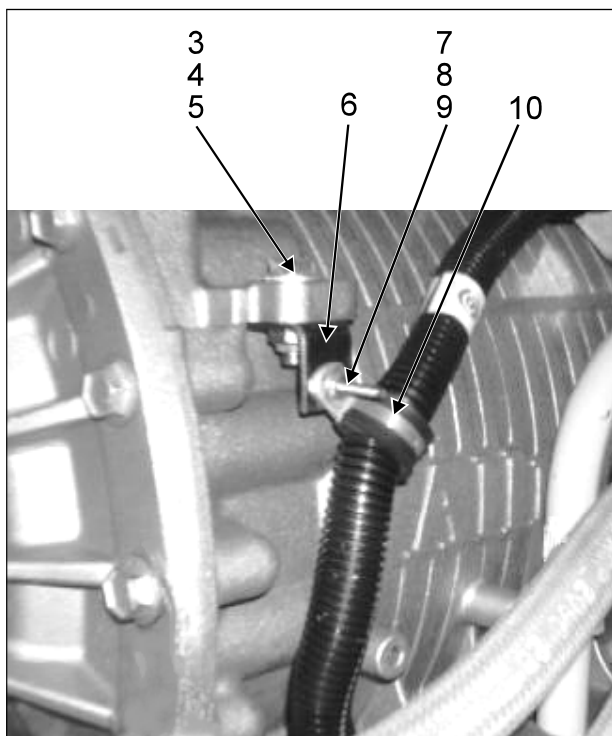

FIGURE 3
6. Installer le support (6) sur la patte d'attache du boîtier de la transmission (par en dessous) en utilisant le boulon (3), la rondelle (4) et l'écrou (5) (**Figure 3**). Attacher le câblage électrique principal au support en utilisant la pince de retenue (10), la vis (7), la rondelle-frein (8) et l'écrou (9).